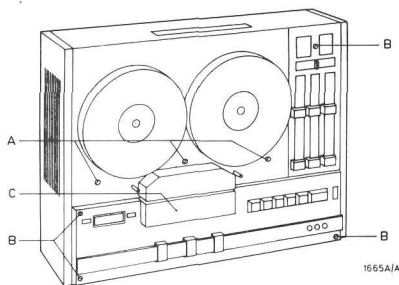

Fig. 1
- Die Abdeckplatte kann entfernt werden, nachdem die drei Schrauben A entfernt worden sind. Zum Ersetzen von Köpfen, der Anpressrolle usw. soll ausserdem die vordere Kopfabdeckplatte C entfernt werden (Fig. 1).